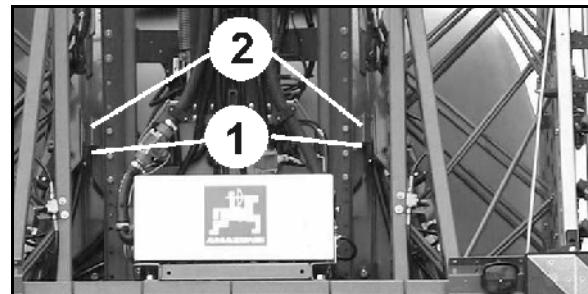

Fig. 66
2. Senk sprøyteutlignerne med høydejusteringen til holderne (Fig. 66/1) griper tak i lommene (Fig. 66/2).
Fig. 66 viser de låste sprøyteutlignerne.
Juster sprøyteutlignerne med hellingsjusteringen til holderne (Fig. 66/1) ikke griper tak i lommene (Fig. 66/2).